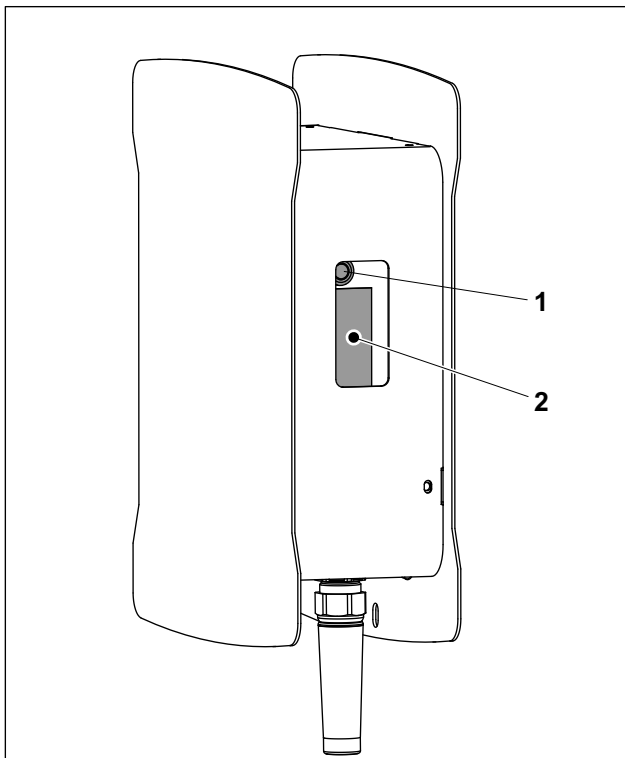

Fig. 1 Wallbox basicEVO
L'opération de charge **ne peut pas** être interrompue avec le bouton-poussoir (fig. 1/1). Il existe trois possibilités pour interrompre l'opération de charge :
Si le branchement du câble de charge ou l'actionnement du bouton-poussoir (fig. 1/1) ne produit pas d'effet sur la Wallbox, vérifiez côté bâtiment que l'alimentation est bien en circuit (disjoncteur de protection, DDR).
- Pour réarmer le dispositif de coupure résiduel, appuyez sur le bouton (fig. 1/1) pendant plus de 3 secondes. La LED vacille en vert.